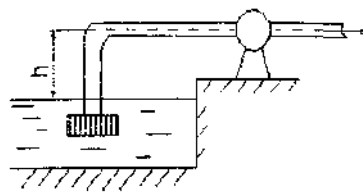

Рисунок 5
11. Визначити граничну висоту розташування осі відцентрового насоса над рівнем води в джерелі, якщо насос забирає Q води через всмоктуючий трубопровід діаметром d . Вакууметричний тиск на всмоктуючому патрубку був $P_{бак}$. Втрати напору у всмоктуючій лінії $h_{w..}$. (Рис. 5).